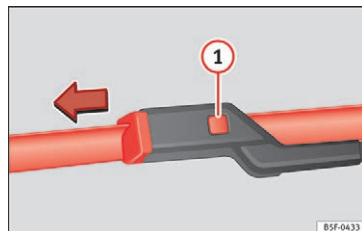

Fig. 79 Udskiftning af viskerblade foran
- Hold udløserknappen »» Fig. 79  nede, og træk samtidig forsigtigt viskerbladet af i pilens retning.